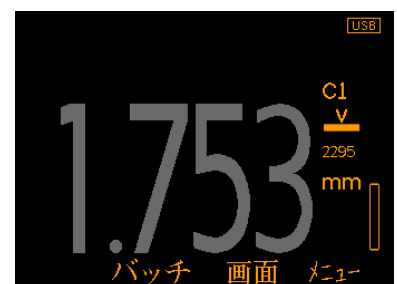

図2
- ▶ プロブを離すと、画面の読み取り値がグレーになります (図2)。